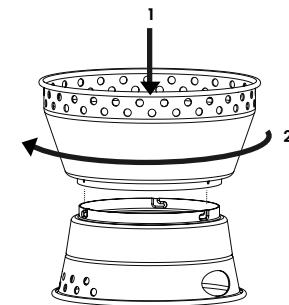

Fig. 2
- Anbring stormkøkkenets base (14) på et horisontalt og stabilt underlag af brandsikkert materiale. Før fremspringene på vindskærmenes skørte (5) ind i de L-formede riller, og drej vindskærmen, indtil den er låst (Fig. 2).